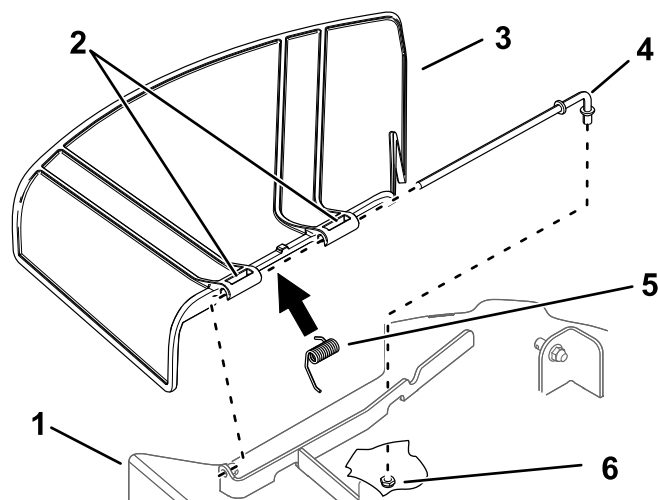

Figura 68
1. Retire la tuerca ($\frac{3}{8}$ " de la varilla (debajo del cortacésped) (Figura 68).
2. Retire la varilla del soporte de la carcasa, del muelle y del deflector de hierba (Figura 68).
4. Instale el deflector de hierba nuevo (Figura 68).
7. Deslice la varilla por el segundo pivote del deflector de hierba (Figura 68).
9. Sujete el extremo trasero de la varilla al cortacésped con una tuerca ($\frac{3}{8}$ "), según se muestra en Figura 68.